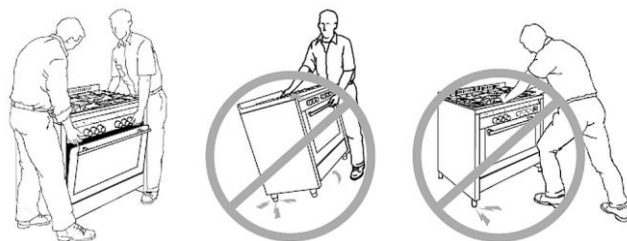

Fig. 3
2. No levante el aparato por el mango del horno, abra la puerta del horno y sujete el aparato por la parte superior de la cámaras (fig. 3).